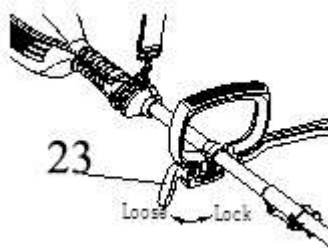

Рис. 5
- Ослабьте фиксатор дополнительной рукоятки (рис.5 поз.23) как показано на рисунке 5.
- Затяните фиксатор дополнительной рукоятки (рис.5 поз.23) как показано на рисунке 5.
**ВНИМАНИЕ!** В процессе эксплуатации периодически проверяйте затяжку фиксатора дополнительной рукоятки (Рис.5 поз.23), при необходимости подтягивайте.